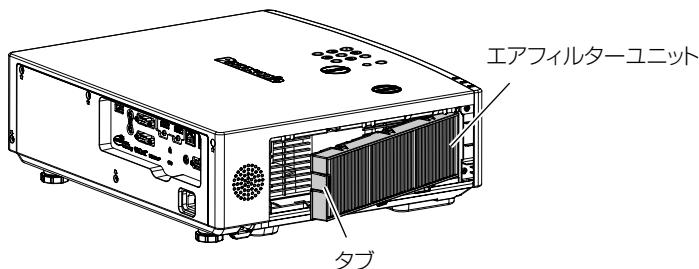

図1
1) エアフィルタユニットをプロジェクター本体に取り付ける(図1)